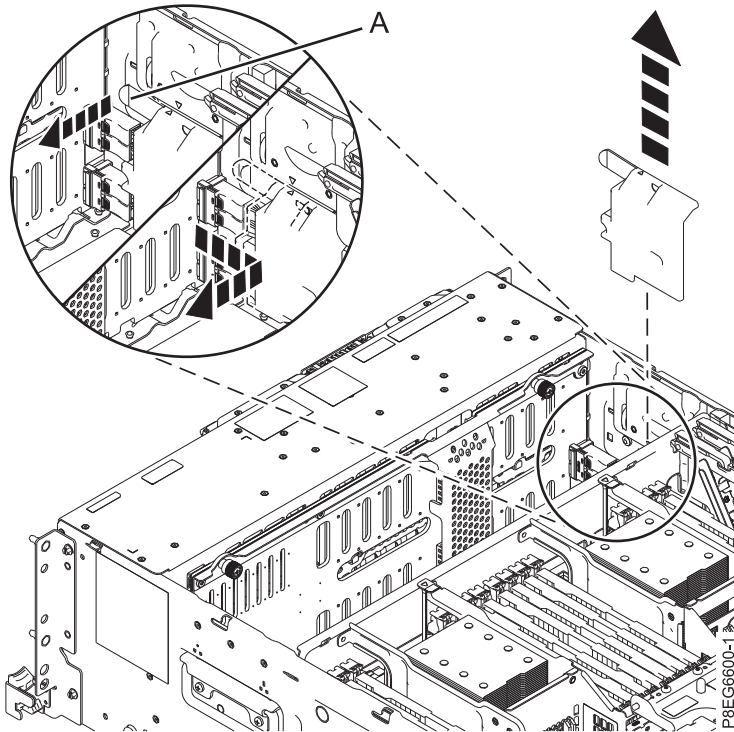

Figura 1. Extracción de la cubierta del cable SAS
3. Quite la cubierta del cable SAS frontal. Sujete el asa (A) y tire desde el lateral del sistema, deslice la cubierta hacia la parte posterior para extraerla como se muestra en Figura 1.